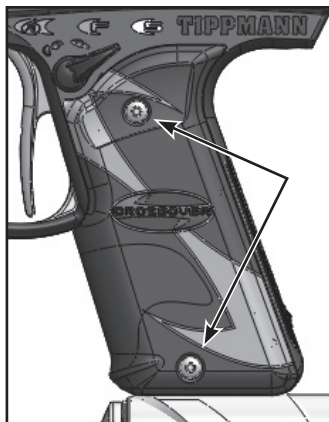

Figura 2: Remueva los Dos Tornillos.
- a. Use la llave de Allen de 5/64" que encontrara incluida y remueva los dos tornillos (Figura 2) que están en el lado izquierdo de la cubierta del mango.